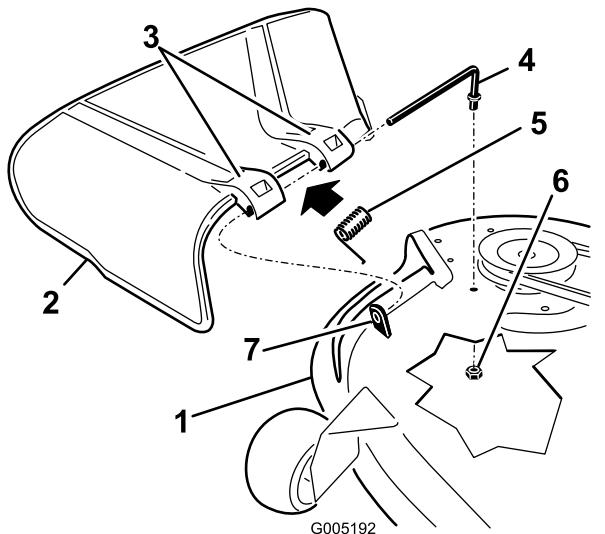

図 76
1. デッキの下側にあるロッド固定ナット $\frac{3}{8}$ "を取り外す図 76。
2. ロッドを、短い取り付け部から抜き取ると、スプリングとデフレクタが外れてくる図 76。
4. デフレクタを交換する(図 76)。
7. 2つ目のブラケットに、ロッドを通す図 76。
9. ロッド後部をデッキに差し込み、ナット $\frac{3}{8}$ "で図 76 のように固定する。